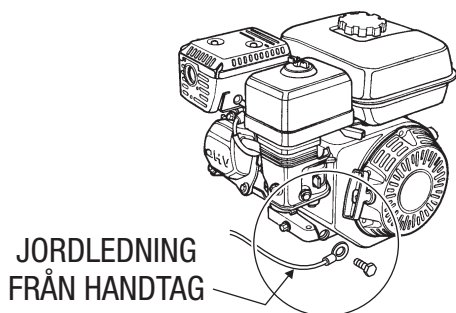

Bild 11. Anslutning av jordningsledning
3. Installera jordningsledningen till motorn, (Hondamotor visas, bild 11).